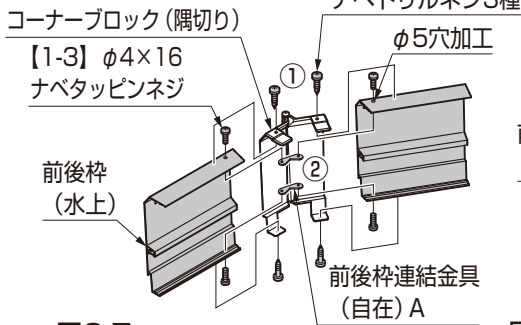

図6-7
- ① コーナーブロック (偶切り) を前後枿に【1-1】で取付けてください。(図6-7参照)
- ② 前後枿連結金具 (自在) A を前後枿に当てがい、前後枿のV溝部にφ5の下穴をあけ【1-4】で固定してください。(図6-7参照)